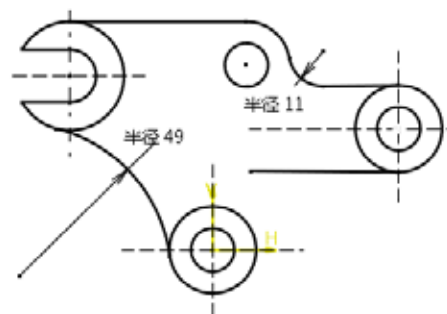

图5-55 绘制圆角2
- 08 利用【不修剪】方式的【圆角】命令，创建如图5-55所示半径为49的圆角。